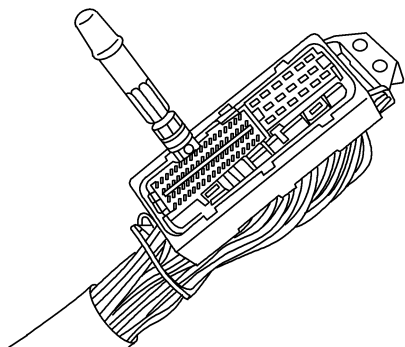
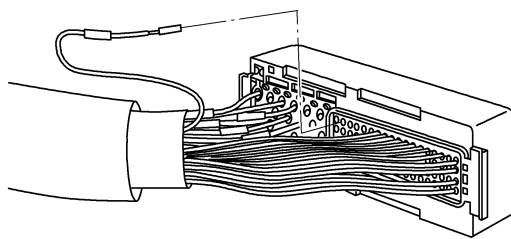
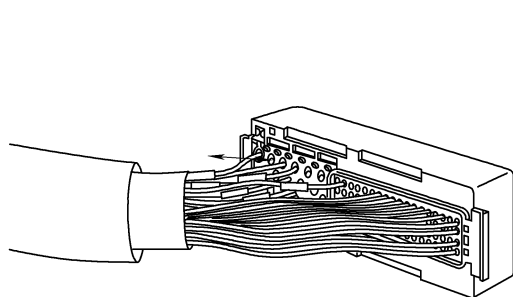

图 6-121 将工具插入插头孔中
图 6-124 从插头中拉出导线
图 6-125 从插头后部插入导线
② 弯折插头壳体, 使壳体脱开两片锁舌, 将其拆下。
③ 将 Bosch 拆卸工具 2 或 1 放在导线上, 从插头中拆下触针。
④ 使用上述工具时, 应将工具插入插头的拆卸孔中, 并将相应的导线推向拆卸工具, 将工具直接压入插头, 再小心地从插头中拉出导线, 如图 6-121 ~ 图 6-124 所示。
⑤ 用压线钳剪掉 127mm 的带触针的导线, 并从导线上剪去 6mm 的绝缘层。
⑥ 将维修导线安装在裸线上, 确定裸线已伸进插头内。
⑦ 用压线钳将维修导线压接在裸线上, 用热风枪加热导线周围的收缩管, 管收缩使插头防水。
⑧ 从插头的后部插入导线, 将导线插入插头, 如图 6-125 所示, 轻拉一下导线以确定其已锁入插头中。
⑨ 将插头壳体的铰链插入插头铰链中, 将插头外壳压到插头锁舌上, 直到听到“咔嗒”声, 即插头外壳已与线束插头接合。